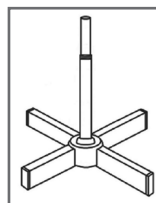

рис.3
6.3 Открутите фиксатор стойки против часовой стрелки и снимите его со стойки. Наденьте на основание крышку и прикрутите фиксатор обратно (рис.3).